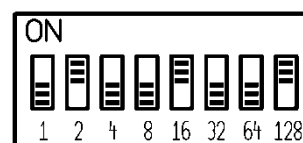

Abb. 2:
Der Dipschalter zum Einstellen der Adresse befindet sich seitlich am JDB6451. Die Adresse wird binär-codiert dargestellt und errechnet sich als Summe der auf ON gestellten Wertigkeiten. Beispiel: Wenn der zweite (2), der fünfte (16) und der achte (128) DIP-Schalter auf ON stehen, dann ist die Bus-Adresse des Gerätes 146 ($2 + 16 + 128 = 146$). Siehe Abb. 2.